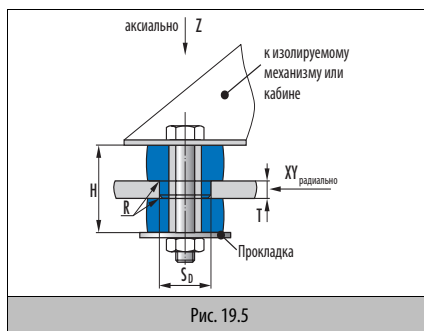

Рис. 19.5
МО-опоры устанавливаются так, чтобы резино-металлическая часть крепилась непосредственно к изолируемому конструктивному элементу. На → Рис. 19.5 и → Рис. 19.6 представлены варианты установки и направление сил (Z). Резиновая часть устанавливается с шайбой.